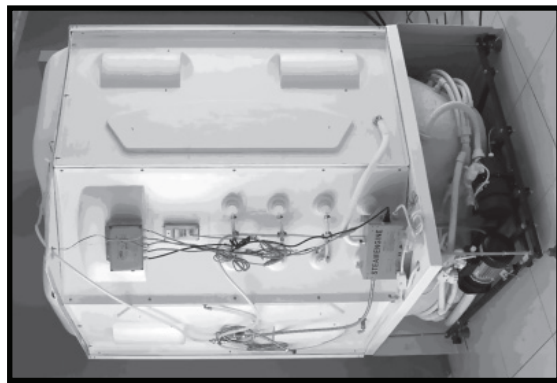

Abb.6
11. Schließen Sie den Dampferzeuger an die Dampfdüse, Wasserein-7 auslaß (Abb. 6) an: